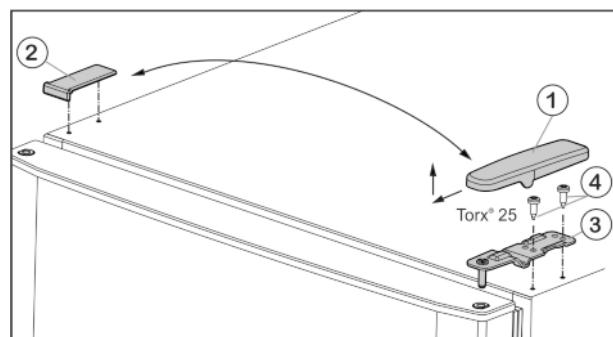

Fig. 4
- Потяните крышку Fig. 4 (1) вперед и вверх.
- Снимите крышку Fig. 4 (2).
- Открутите верхний опорный кронштейн Fig. 4 (3)(2 шт. Torx® 25) Fig. 4 (4) и вытяните вверх.
- Установите верхний опорный кронштейн Fig. 4 (3) на новой стороне шарнира и защелкните в дверце.
- Привинтите верхний опорный кронштейн (**с моментом 4 Нм**) (2 шт. Torx® 25) Fig. 4 (4). При необходимости используйте аккумуляторный шуруповерт.
- Наденьте и защелкните крышку Fig. 4 (1) на противоположной стороне снаружи.
- Также наденьте сверху и защелкните крышку Fig. 4 (2) на противоположной стороне.